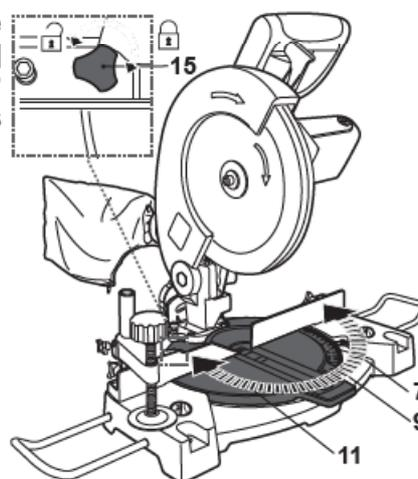

Fig. 23
- > Desserrez le boulon de verrouillage de la table [15]. Tournez la table [11] jusqu'à ce que le pointeur [7] indique 0° sur l'échelle d'onglet [9] (Fig. 23). Puis resserrez le boulon de verrouillage [15].